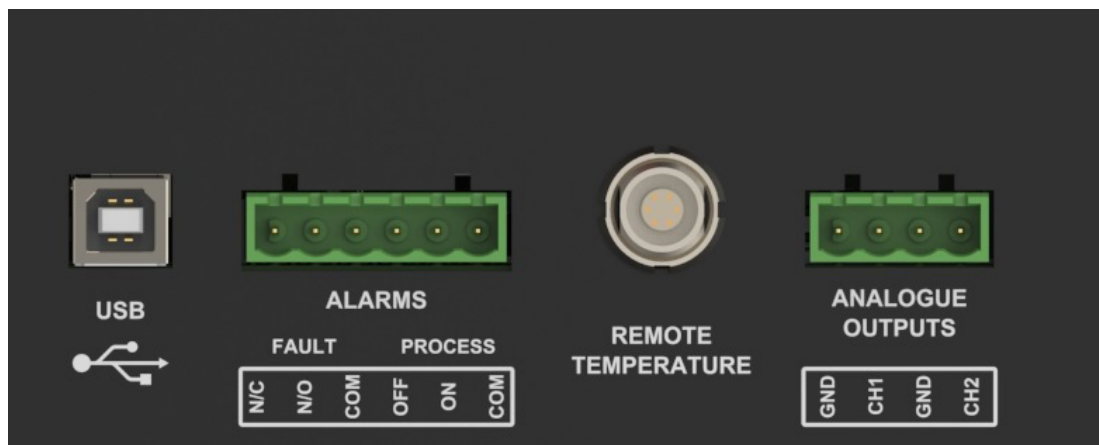

Abbildung 6 Anschluss von Alarm- und analogen Ausgängen
Die beiden Alarmausgänge sind über einen einzigen 6-poligen Steckverbinderblock mit dem Gerät verbunden (siehe Abbildung 6). Jeder Ausgang besteht aus einem 3-adrigen Satz potenzialfreier, umschaltbarer Relaiskontakte.
1. Richten Sie den roten Punkt am Stecker des Temperaturfühlers auf den roten Punkt an der Buchse mit der Aufschrift **REMOTE TEMPERATURE** aus (siehe Abbildung 6).
3. Um den Stecker zu entfernen, schieben Sie den Gehäusekragen (1) des Steckers entlang seiner Achse zurück, weg vom Gerät, um die Verriegelung zu lösen. Ziehen Sie das Gehäuse des Steckers vorsichtig aus der Buchse. **HINWEIS: Versuchen Sie nicht, den Stecker mit dem Kabel herauszuziehen - stellen Sie sicher, dass der Kragen zuerst gelöst wird.**